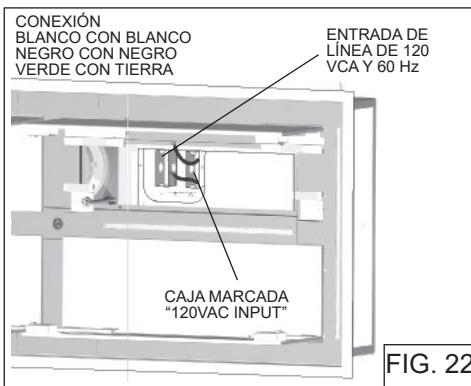

FIG. 22
4. Desde la caja eléctrica marcada "entrada de 120 VCA", retire (2) tornillos que aseguran la cubierta a la cajade conexiones metálica. Fig. 22.